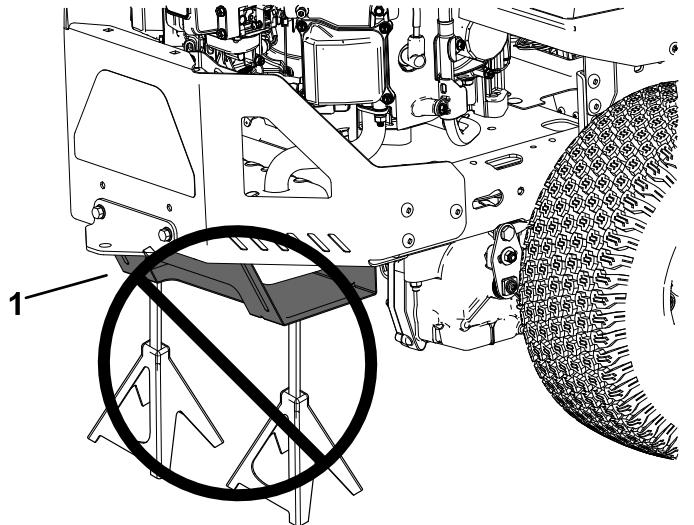

Figura 29
**Si se apoya la máquina en el protector inferior del silenciador (Figura 29) puede dañar el protector y hacer que la máquina caiga, causando lesiones a usted o a otras personas.**